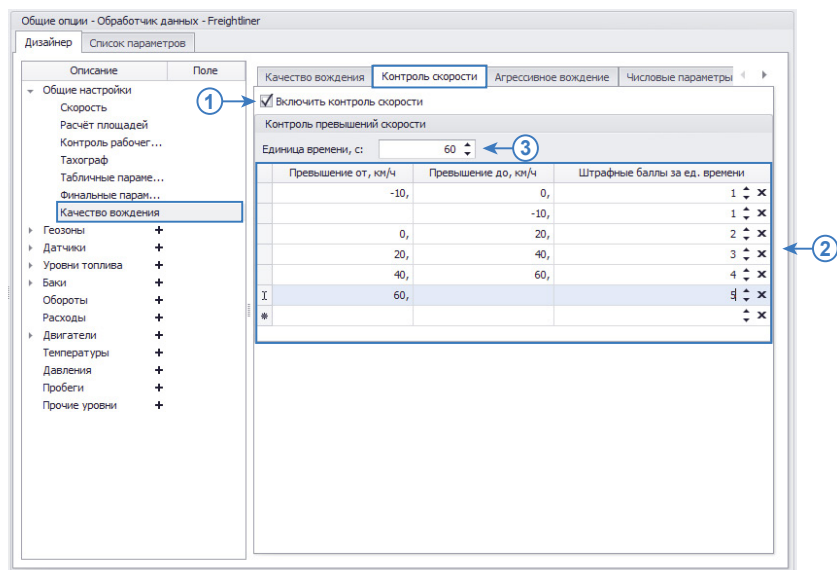

Рис.196. Настройка контроля превышения скорости.
Для того чтобы программа «АвтоГРАФ 5 ПРО» выставляла штрафные баллы за нарушение скоростного режима, необходимо перейти на вкладку «Контроль скорости» в меню настройки контроля качества вождения и установить галочку напротив настройки «Включить контроль скорости» (Рис.196, п.1). Далее необходимо выполнить следующие настройки:
- В таблицу «Контроль превышения скорости» (Рис.196, п.2) ввести диапазон **отклонения скоростей от порога** и соответствующие штрафные баллы, которые будут начисляться, если отклонение скорости ТС от порога находилось в этом диапазоне. Например, если скорость ТС превысила порог на 23 км/ч, то согласно настройкам на Рис.196 транспортному средству будет начислено 2 балла за каждую единицу времени превышения.
Поэтому для начисления штрафных баллов при низкой скорости необходимо задать диапазон отрицательных скоростей. Например, согласно настройкам на **Рис.196**, если скорость ТС будет ниже минимальной скорости на 10 км/ч и менее, то за единицу времени транспортному средству будет начислен 1 штрафной балл. При настройке диапазона отклонения скоростей необходимо учитывать следующие особенности:
- Конечная точка последнего диапазона может отсутствовать. В этом случае все отклонения, превышающие первую точку последнего диапазона будут относиться к этому диапазону. Например, на **Рис.196** последний диапазон не имеет конечной точки. Это означает, что за все отклонения скорости от максимального порога на более 60 км/ч будет начислено 4 штрафных балла за единицу времени.
- Штрафные баллы начисляются за единицу времени. Для каждого типа нарушения задается отдельная единица времени. За нарушения скоростного режима данная настройка задается в строке «Единица времени, с» (**Рис.196, п.3**). При настройках, приведенных на **Рис.196**, заданное количество штрафных баллов будет начисляться за каждые 60 секунд нарушения скорости, например за превышение скорости на 34 км/ч в течение 1,5 минут (90 секунд) будет начислено 4,5 штрафных балла (3 балла за 60 секунд и 1,5 балла за 30 секунд).